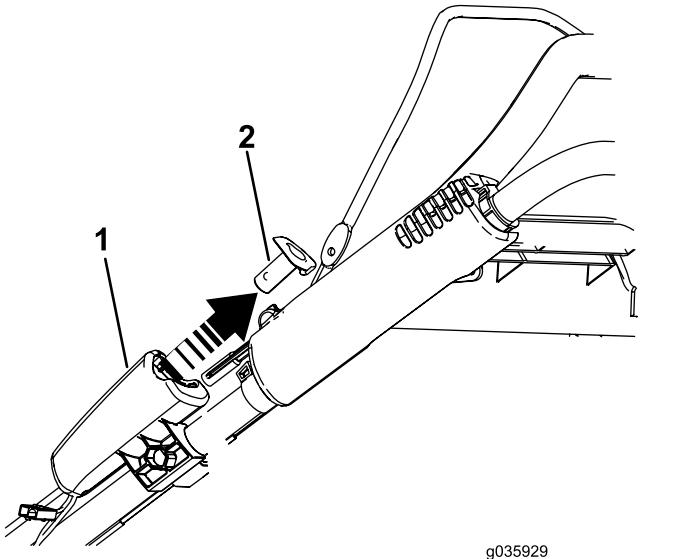

Figure 22
- Retirez le bouton de démarrage électrique, comme montré à la Figure 22 (modèle à démarrage électrique seulement).